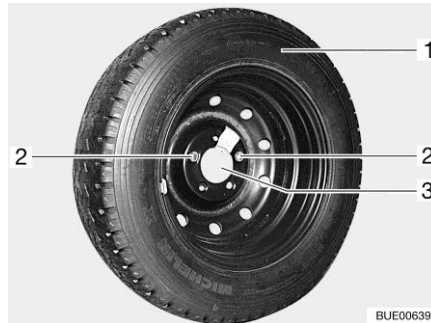

Fig. 231 Étrier de roue de secours dans le garage arrière
- Dévisser et retirer les deux vis de fixation (Fig. 231,2) avec les outils de bord.
- Retirer la roue de secours (Fig. 231,1) de l'étrier (Fig. 231,3).